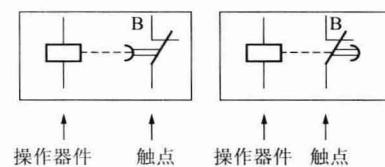

图 11 延时闭合的动断触点
④ 延时闭合的动断触点。操作器件(线圈)断电释放时,附属的触点“B”不能立即断开,而是达到整定时间后才能断开,这样的动断触点称为延时闭合的动断触点,其图形符号如图 11 所示。电工平时交流时,将其简称为“瞬合延复动断触点”。